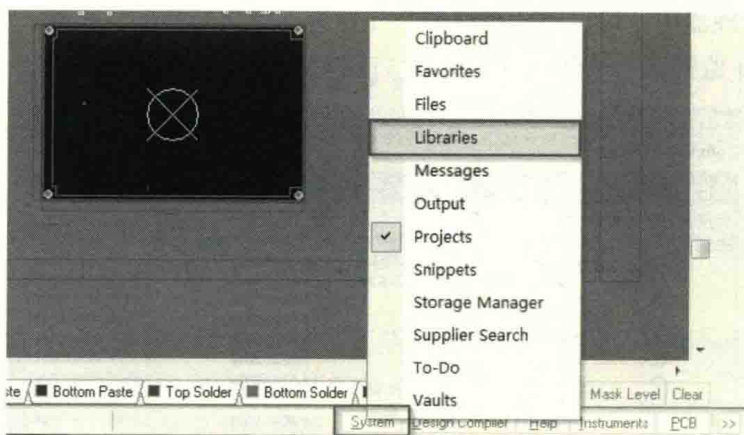
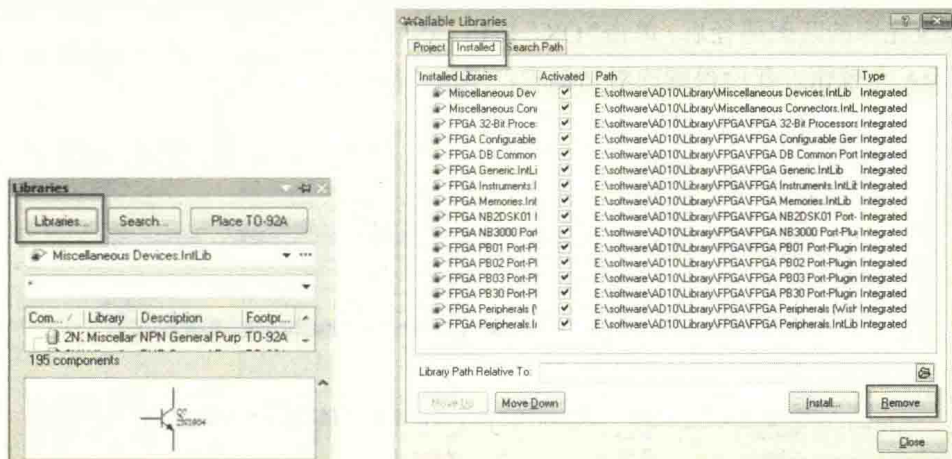

图 7-5 Libraries 面板的调用
图 7-6 进入库的安装编辑界面
(1) 在指定库路径前，要移除 PCB 中已关联的系统库。打开 PCB 设计交互界面，单击右下角“System”菜单中的“Libraries”命令，如图 7-5 所示，可调出如图 7-6 中左图所示的 Libraries 面板。
(2) 在如图 7-6 中左图所示的 Libraries 面板中，单击“Libraries...”按钮，进入库的安装编辑界面，从中选择“Installed”下的所有库，再单击“Remove”按钮，完成系统关联库的移除操作。